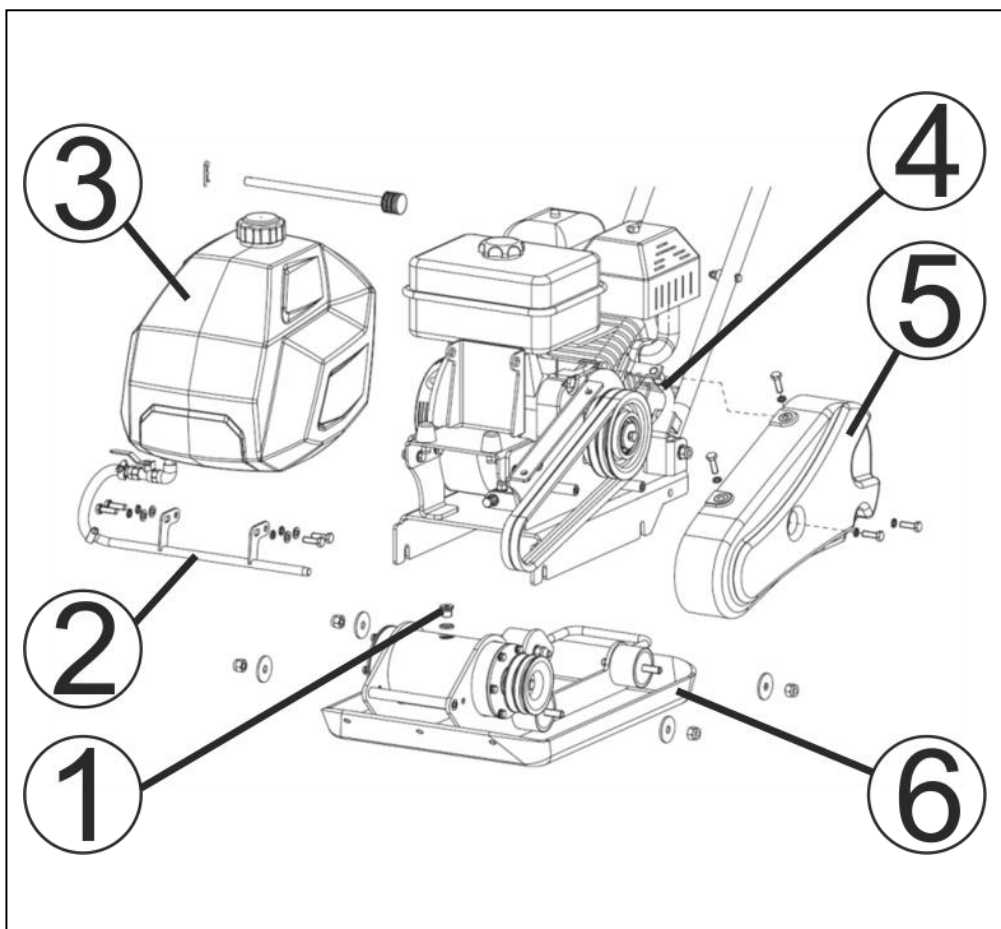

Рис. 26. Снятие рыма с двигателем.
1. Открутить болты крепления и снять кожух (5) защитных ремней (Рис. 26).
2. Открутить болты крепления трубки подачи воды к рабочей плите и снять трубку (2) подачи воды и бак (3) для воды.
3. Ослабить гайки резиновых амортизаторов, соединяющих раму (4) с двигателем и рабочую плиту (6) (Рис. 26).
5. Очистить зону вокруг пробки отверстия для слива масла и открутить пробку (1) отверстия для слива/заправки масла (Рис. 26).